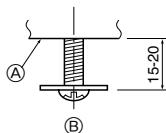
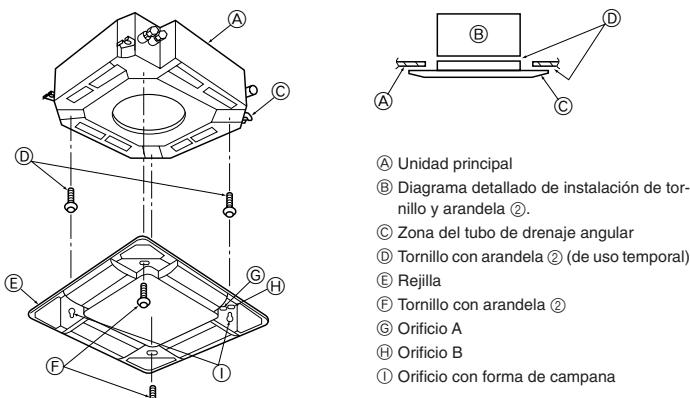

Fig. 5-5
Fig. 5-6
5.4.1. Preparación (Fig. 5-5)
- Instale los dos tornillos con arandelas adjuntas ② en la unidad principal (en el área del tubo de drenaje de uno de los extremos y en el extremo opuesto) tal y como se indica en el diagrama.
5.4.2. Instalación temporal de la rejilla (Fig. 5-6)